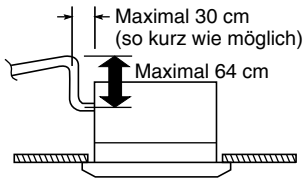

Abb. 3-9
- Wenn es erforderlich sein sollte, die Höhe des Ablaufrohrs zu vergrößern, kann der Bereich unmittelbar nach der Anschlussstelle um maximal 64 cm angehoben werden. Der Anschluss darf nicht um mehr als 64 cm höhergestellt werden, da hierdurch Undichtigkeiten entstehen können. (Abb. 3-9)